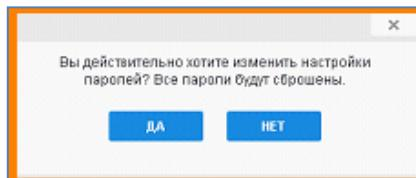

Рисунок 24 - Модальное окно сохранения новых настроек паролей
5) Для применения новых настроек паролей в появившемся модальном окне нажать на кнопку «Да» (все текущие пароли будут сброшены, при повторном входе в систему, будет предложено ввести новый пароль), чтобы отменить действие, нажать на кнопку «Нет» или закройте модальное окно (см. Рисунок 24).